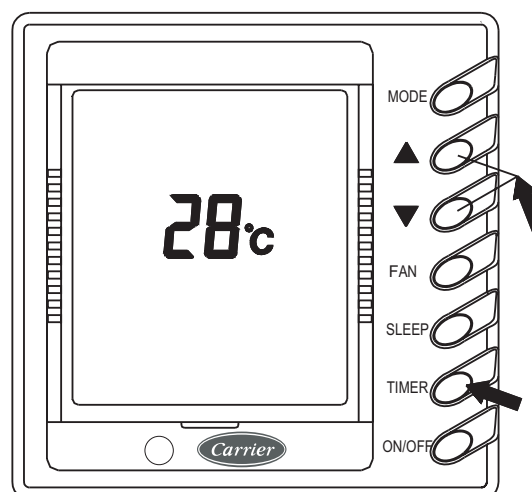

Fig. 6-II
El despliegue en pantalla mostrado en la Fig. 6-II aparece después de energizar el sistema, una vez de que se ha establecido la comunicación. El despliegue de la temperatura ambiente seguirá ahí, sin importar si el sistema se encuentre encendido o apagado. Cuando el sistema está apagado, la pantalla de despliegue se mostrará como la Fig. 6-II.
2. Ajuste del Temporizador (TIMER) (Fig. 6-III)